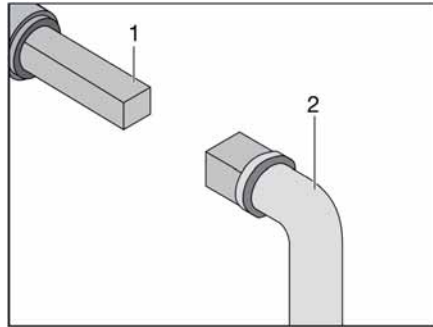

Bild 288 Handhavande avloppsventil
- Sätt nyckeln (Bild 288,2) mot fyrkanten (Bild 288,1).